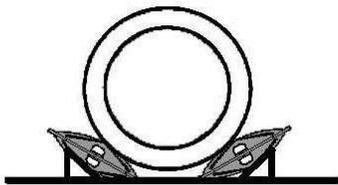

Abbildung 2-6. Korrekte Methode zum Aufblasen von gestapelten Hebekissen
h. Verwenden Sie beim Anheben großer zylindrischer Gegenstände (Abbildung 2-6) ein Hebekissen auf beiden Seiten des Zylinders und Keile, um einen gleichmäßigen Hub zu gewährleisten.